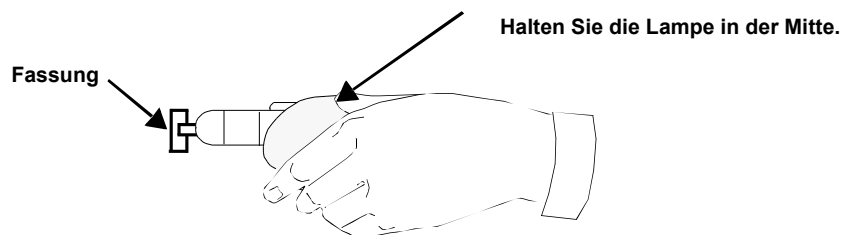

Abbildung 15. Auswechseln der Tungsten-Halogenlampe
7. Halten Sie die Ersatzlampe mit Objektivpapier, und schieben Sie sie in die Fassungen. Siehe auch Abbildung 15.